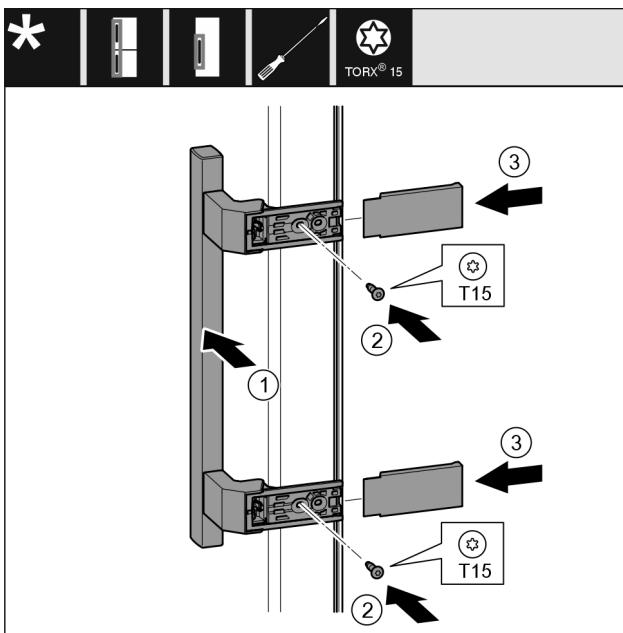

Fig. 22
- Griff Fig. 22 (1) auf der Gegenseite ansetzen.
- Schrauben Fig. 22 (2) mit Schraubendreher fest-schrauben.
- Abdeckungen Fig. 22 (3) seitlich ansetzen und aufschieben.